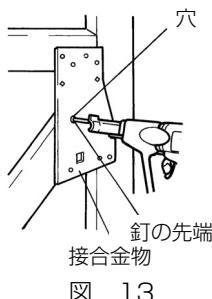

図 13
- ・釘の先端が必ず接合金物の穴に入ったことを確認してから打ち込んでください。(図13)